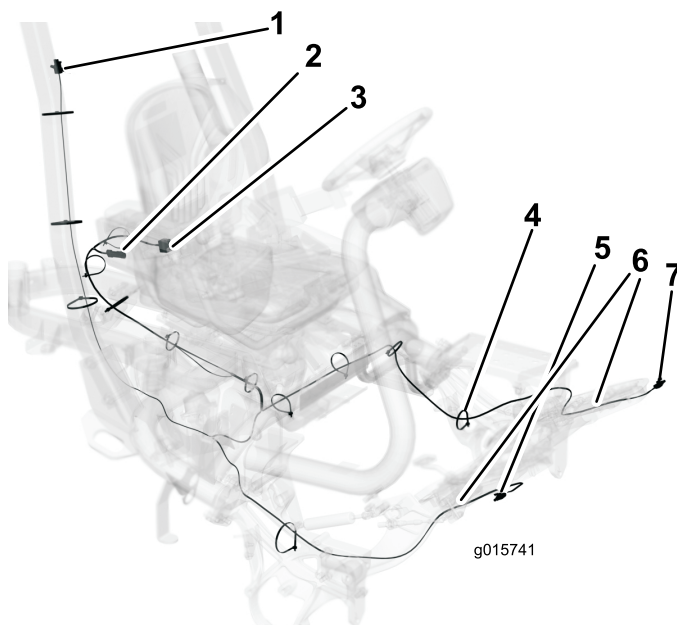

Figura 3
4. Pase el arnés de cables hacia arriba por el ROPS hasta la lámpara trasera, sujetándolo con sujetacables (Figura 3).
5. Pase el arnés de cables desde la consola hacia abajo al bastidor del asiento y sujételo con sujetacables, según se muestra en Figura 3.
9. Inserte el arnés de cables en los orificios de fundición del lado derecho e izquierdo (Figura 3).